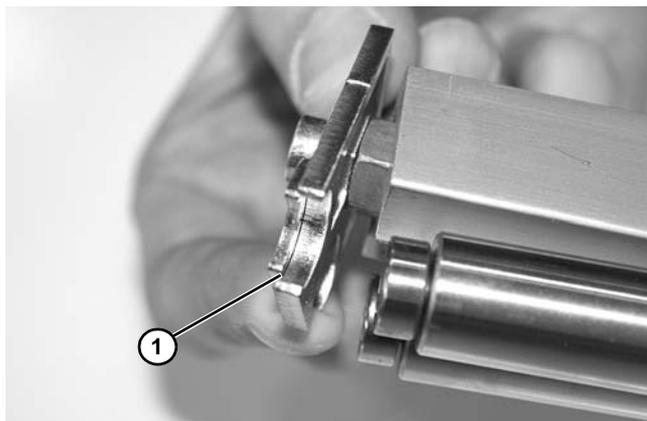

**Figura 65**
5. Quite el tornillo inferior (**Figura 65, artículo 1**) y quite la barra de la tuerca del cabezal (**Figura 65, artículo 2**) y la placa lateral (**Figura 65, artículo 3**).
*Durante el montaje, asegúrese de que el pezón de la barra de tuercas del cabezal (**Figura 65, artículo 4**) se inserte en el orificio de la barra de soporte (**Figura 65, artículo 5**).*
10. Monte e instale la placa del cabezal en el orden inverso al del desmontaje. Utilice una llave hexagonal de 4 mm para apretar el tornillo inferior (**Figura 65, artículo 1**) con 3,4 Nm. Deje dos tornillos de sujeción (**Figura 64, artículo 2**) sueltos para tensar la banda.